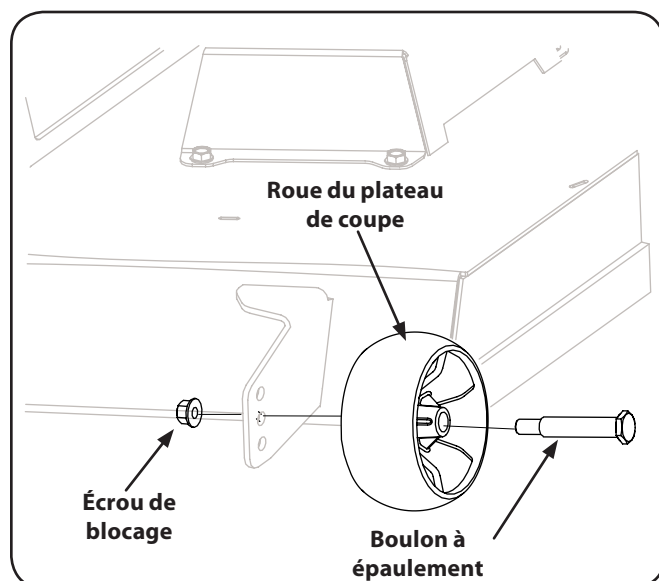

Figure 6-7
- b. Démontez les roues de guidage arrière en enlevant les écrous de blocage et les boulons à épaulement qui les retiennent au plateau de coupe. Consultez la figure 6-7.